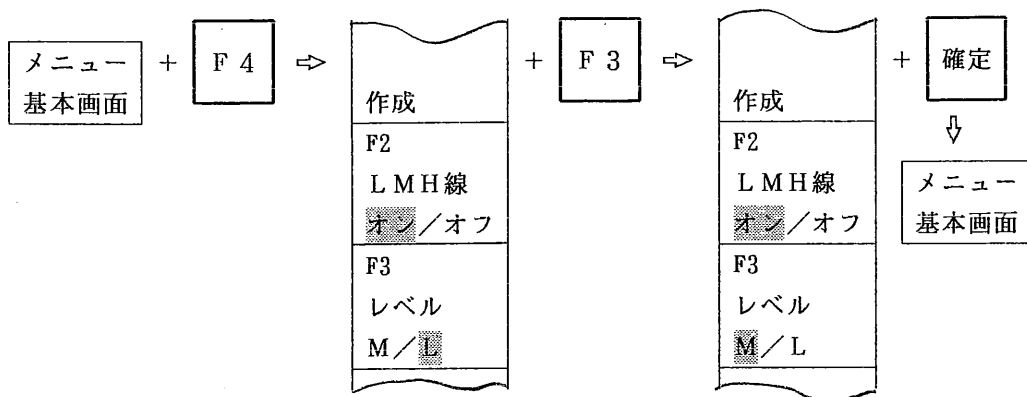

図 9.3.12 L検出レベルからM検出レベルへの切替えの手順
- ① 選択キー〔F 4〕を1回押すと図 9.3.12 の選択メニューが表示されます。このメニューの〔F 3〕の項を見ると、〔L〕の部分にカーソルがあります。
- ② 〔M〕に切り替える場合には、選択キー〔F 3〕を1回押します。カーソルが〔M〕に移りますからそれを確認して確定キーを1回押します。